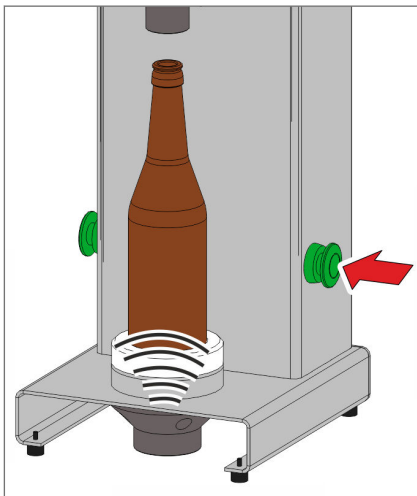

Abb. 38 Aufschäumer betätigen
04. Drücken Sie je nach Getränkesorte den rechten Drucktaster für 1 – 5 s, bis der Schaum fast die Oberkante des Flaschenhalses erreicht (Abb. 38).